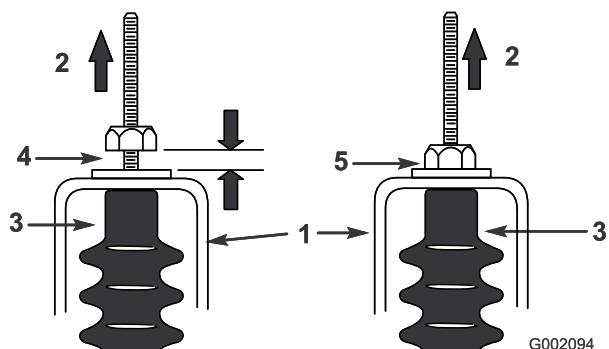

Figura 50
5. Tirate verso l'alto ciascun cavo del cambio e verificate che vi sia un gioco di 0,76-1,52 mm tra il dado con rondella e la staffa di folle (Figura 50).